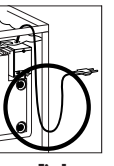

Fig.1
- Afin d'éviter que la fiche ou la prise de courant soit mouillée, placer l'aquarium et le support d'un côté de la prise de courant murale et faire en sorte que l'eau ne s'égoutte pas dans la prise de courant. Un «col de cygne» (fig. 1) est la partie du cordon sous la prise de courant ou le raccord, si une rallonge est utilisée, afin d'empêcher l'eau de glisser le long du cordon et d'entrer en contact avec la prise de courant. Un «col de cygne» doit être formé par l'usageur pour chaque cordon d'alimentation joignant un appareil d'aquarium à une prise de courant.